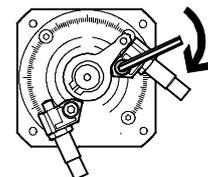

Fig. 17
7. 将缓冲器支架 (Fig. 17) 的固定螺钉用下面所给的紧固力矩重新拧紧 (Fig. 18)。只有使用了给定的紧固力矩，缓冲器支架的啮齿才会啮入外壳材料。